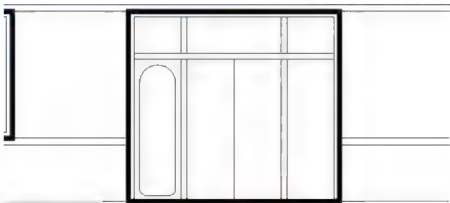

图 4.38 绘制门扇的分隔线
(8) 用【直线】命令绘制中间门扇的分隔线, 如图 4.38 所示。